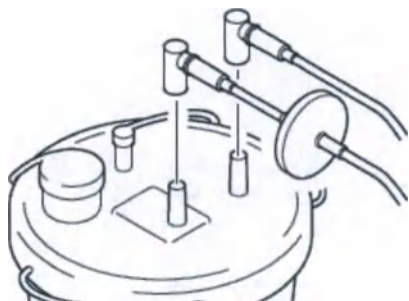

Рисунок 119 — Удаление аспирационной канистры
2. Отсоедините коннекторы аспирационной трубки от одноразовой аспирационной канистры (рисунок 119).